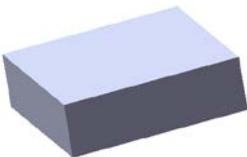
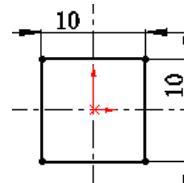

图 14.2.2 凸台一拉伸 1
图 14.2.3 横断面草图
Step2. 创建图 14.2.2 所示的零件基础特征——凸台一拉伸 1。
(1) 选择命令。选择下拉菜单 **插入(I)** → **凸台/基体(B)** → **拉伸(E)...** 命令(或单击“特征(F)”工具栏中的  按钮)。
(2) 定义特征的横断面草图。
① 定义草图基准面。选取前视基准面作为草图基准面。
② 定义横断面草图。在草图环境中绘制图 14.2.3 所示的横断面草图。
③ 选择下拉菜单 **插入(I)** → **退出草图** 命令，退出草图环境，此时系统弹出“凸台一拉伸”对话框。